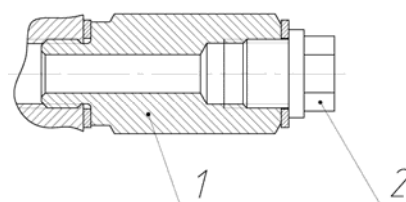
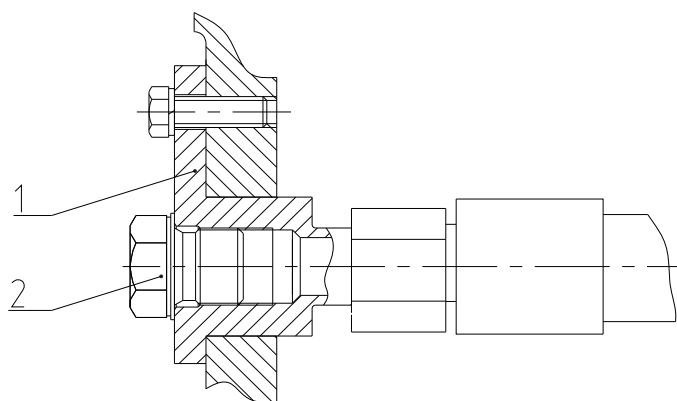

Рис.3.3 Отвод для слива масла:
Рис.3.6 Крепление рукава для слива масла:
1- брус; 2,3,11,13,20,21- болт; 4- двигатель; 5- гайка; 6- болт M16; 7- болт M12; 8- болт M10; 9- кронштейн; 10- двойной топливный фильтр; 12- болт сцепления; 14- фланец; 15- муфта сцепления; 16- маховик; 17- корпус сцепления; 18- задний лист; 19- рама; 22- отвод для слива масла (подробнее см. **рис. 3.3**).
24) демонтируйте отвод для слива масла (22): с двигателя DEUTZ, (рисунок 3.1 а), выкрутив переходник (1), (рисунок 3.3); с двигателя DETROIT DIESEL, (рисунок 3.4 а), для чего демонтируйте рукав для слива масла (23), отсоединив его от штуцера (24) и штуцера (1), (рисунок 3.6);
1- брус; 2, 13, 20, 21- - болт; 4- двигатель; 12- болт сцепления; 14- фланец; 15- муфта сцепления; 16- маховик; 17- корпус сцепления; 18- задний лист; 19- рама; 22- отвод для слива масла (подробнее смотри рисунок 3.6).